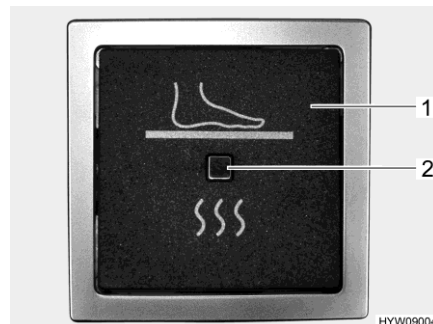

Fig. 136 Interruptor basculante (calentamiento eléctrico del piso)
- ▷ El calentamiento eléctrico del piso se conecta y desconecta a través de un interruptor basculante (Fig. 136,1). Cuando el calentamiento del piso está funcionando, estará encendida luz de control (Fig. 136,2).